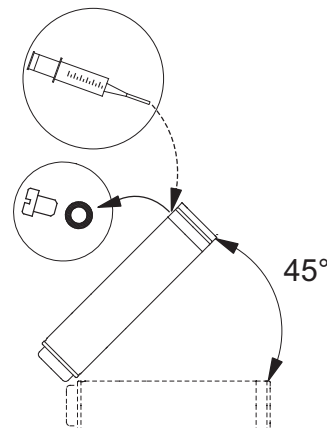

Fig. 3 Position du moteur pendant le remplissage - MS6 et MS 6000
- Si le moteur a été stocké, vérifier le niveau du liquide moteur avant de le raccorder à la pompe. Voir fig. 3.
- Vérifier le niveau pour toute maintenance éventuelle. Voir fig. 3.
1. Positionner la pompe immergée comme indiqué à la fig. 3. La vis de remplissage doit se trouver sur le haut du moteur.
3. Injecter le liquide dans le moteur à l'aide d'une seringue, voir fig. 3, jusqu'à ce que le liquide déborde de l'orifice.